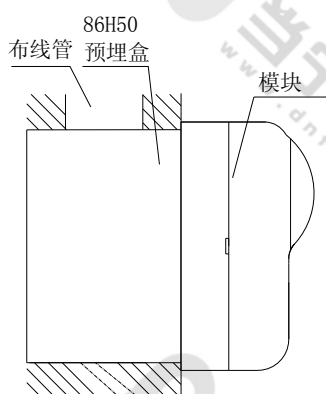
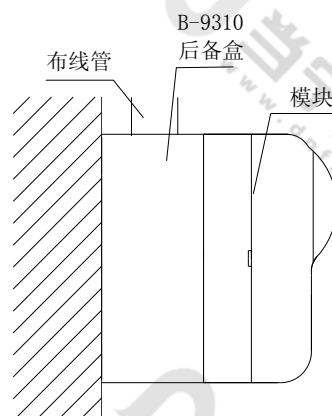
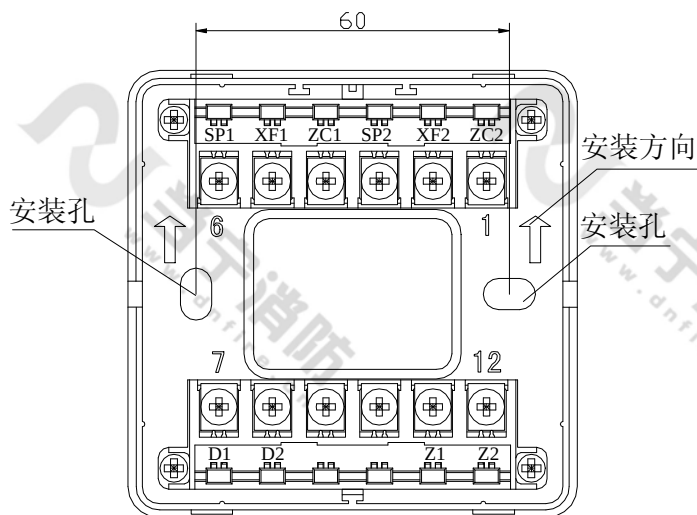

图 2 进线管预埋示意图
图 3 进线管明装示意图
图 4 端子示意图
3. 当进线管预埋时可将底壳安装在 86H50 型预埋盒上，安装孔距为 60mm(参见图 4)；当进线管明装时，采用 B-9310 型后备盒安装方式。安装方式分别如图 2 与图 3 所示。
4. 模块端子示意图如图 4 所示。接线说明如下：